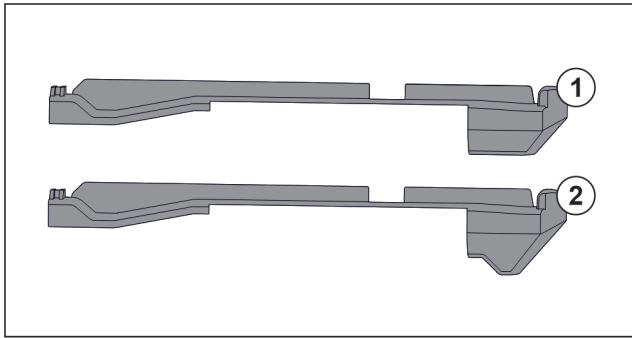

Fig. 74 Сравнение на наставките
В уреда има два вида наставки. Наставката над най-долното чекмедже Fig. 74 (2) има триъгълен ръб. Всички останали наставки Fig. 74 (1) имат прав ръб.
- ▶ Поставете наставката Fig. 74 (2) с триъгълния ръб над най-долното чекмедже.
- ▶ Поставете наставка Fig. 74 (1) с прав ръб на всички останали места.